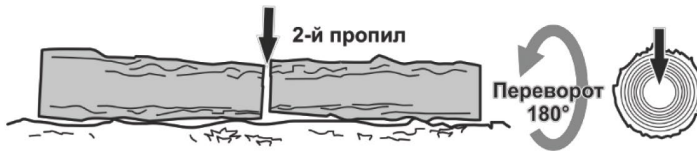

Рисунок 10. Схема остаточного розпи́лу колоди з протилежного боку.
2. Перевернути колоду і розпиляти її з протилежного боку (рис. 10).